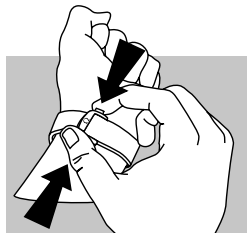
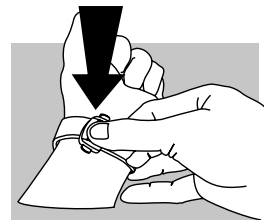

図1
図2
開く (図1)： クラスプの両サイドに付いた2つのプッシュボタンを同時に押した状態で引き上げます。
閉じる (図2)： 時計を手首にはめ、ストラップを通し穴に通してカチッと音がするまでクラスプを押します。
開く (図1)：クラスプを開くには、オメガ・バックルの両方を押し
長さの調整 (図2)：PUSHボタンを (A) の方向に向かって押し、金具
外し方 (図1)：クラスプの側面にあるプッシャー2つを押し、上に
留め方 (図2)：オメガの時計を手首に付け、カチッと音がなるまで
開く (図1): クラスプの両サイドに付いた2つのプッシュボタンを同時に押した状態で引き上げます。
閉じる (図2): 時計を手首にはめ、ブレスレットの端を金具に通し入れてカチッと音がするまでクラスプを押します。
ブルヘッドのリュузのねじ込み方: ブルヘッドのリュузをねじ込むには、ブラックのマークが上に来るようにします (図1)。リュузを押し、90度回転させてネジを締めてください (図2)。
ラバーストラップを外す (図1): ボタンを下方方向にスライドさせ、ラグの間からストラップを外してウォッチケースから離します。
ラバーストラップを取り付ける (図1~3): ボタンを下方方向にスライドさせ、中心部を押し込みます。ウォッチケースのラグの間にストラップを差し入れます。ボタンを放し、中心部が適切な位置に固定されるまでラグの間のストラップを優しく動かしてください。
ステンレススティール製ブレスレットを外す (図2)： ボタンを下方方向にスライドさせ、ラグの間からストラップを外してウォッチケースから離します。
ラバーストラップを取り付ける (図2～3)： ボタンを押し、中心部を押し込みます。ウォッチケースのラグの間にブレスレットを差し入れます。ボタンを放し、中心部が適切な位置に固定されるまでラグの間のブレスレットを優しく動かしてください。